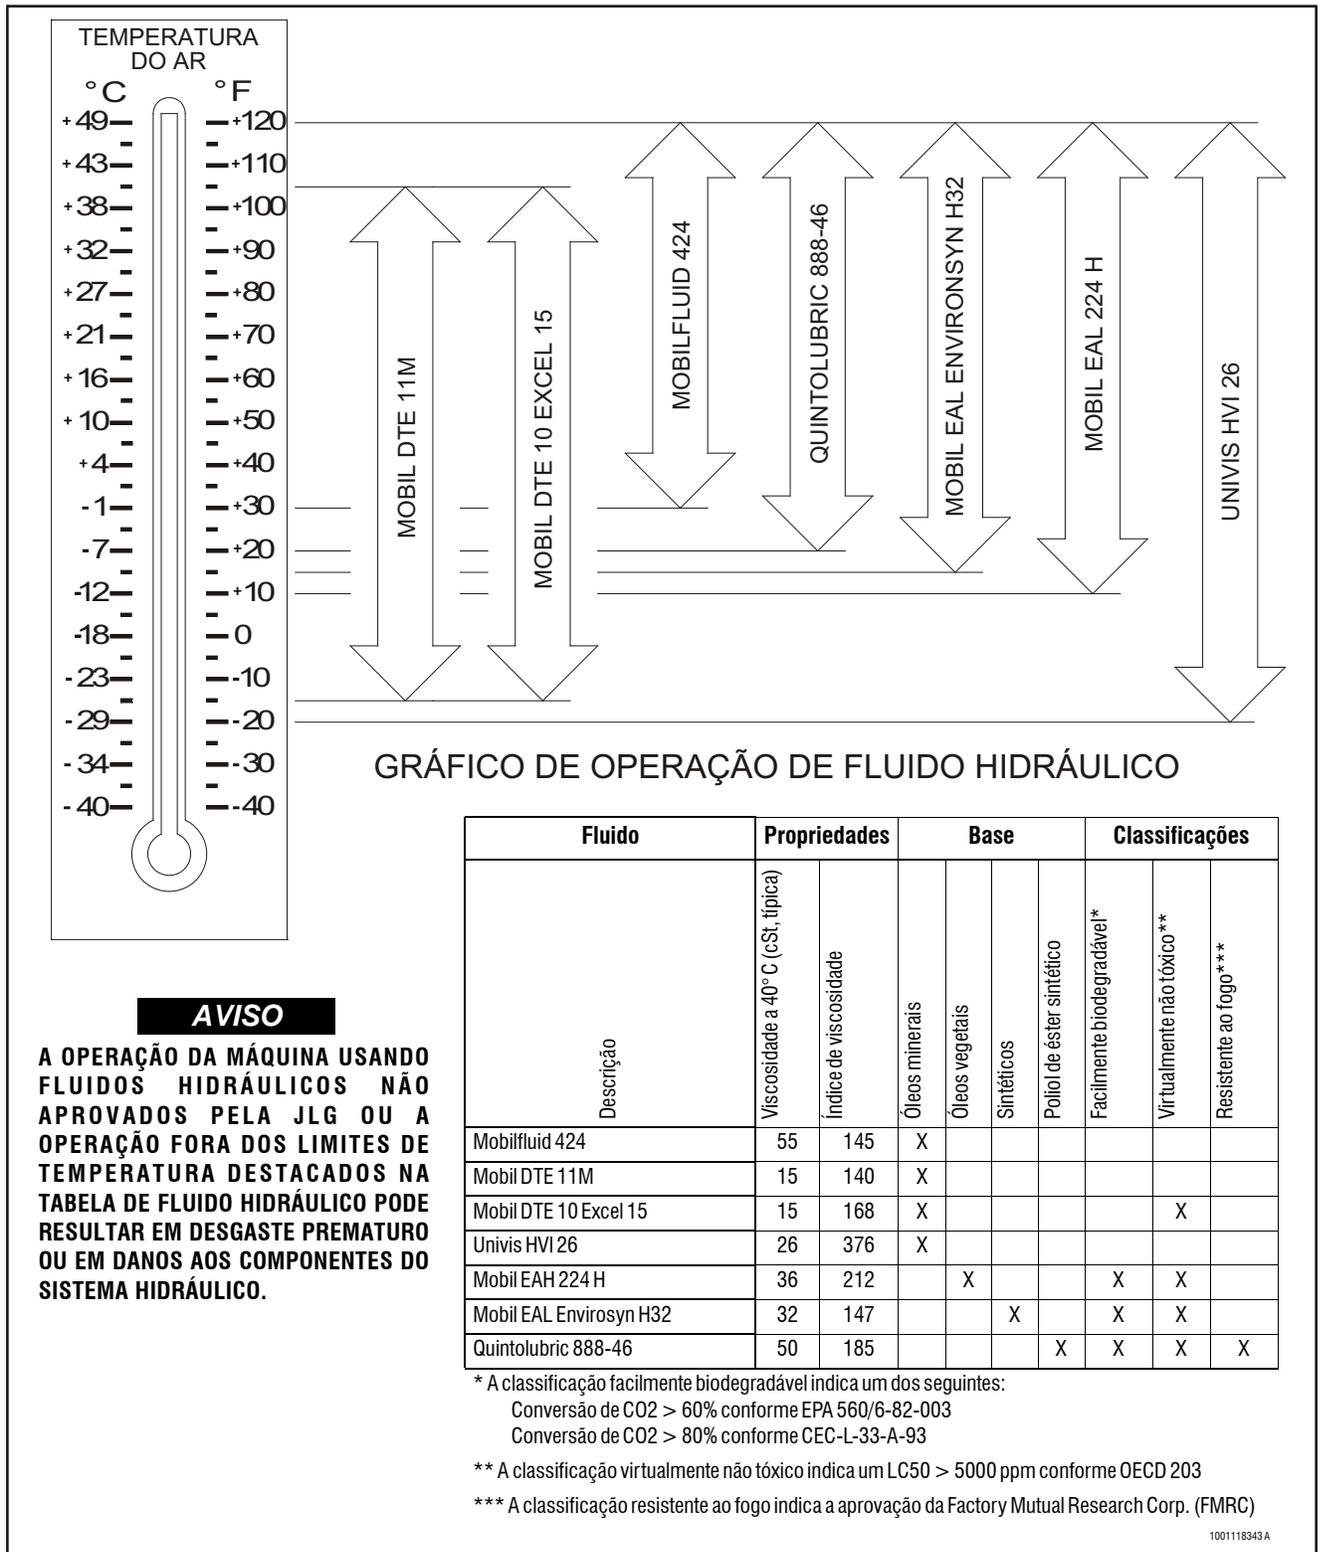

Figura 1-1. Especificações do óleo hidráulico
**OBSERVAÇÃO:** Consulte a Figura 1-1., Especificações do óleo hidráulico.